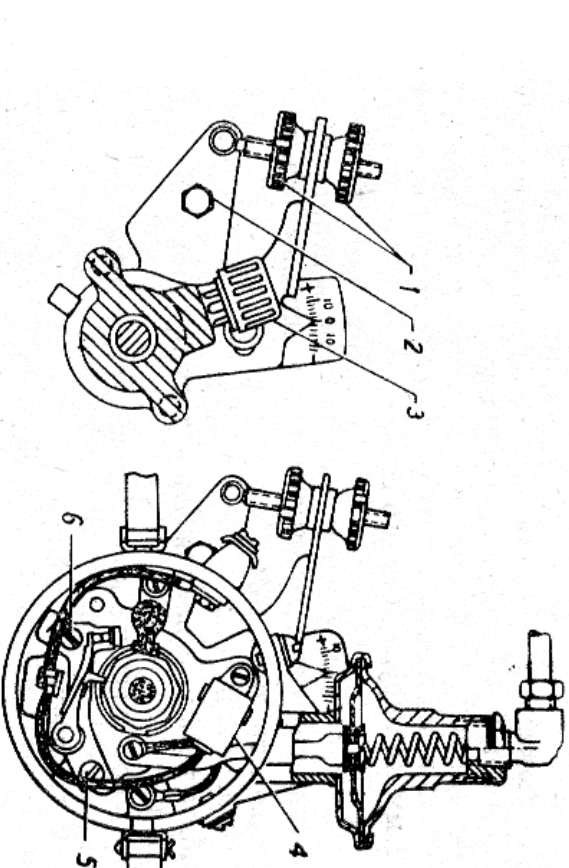

Рис. 37. Распределитель зажигания.
3) вращая гайки 1 (рис. 37), отвертывая одну и завертывая другую, поверните корпус распределителя зажигания так, чтобы стрелка октан-корректора стала на нулевое деление;